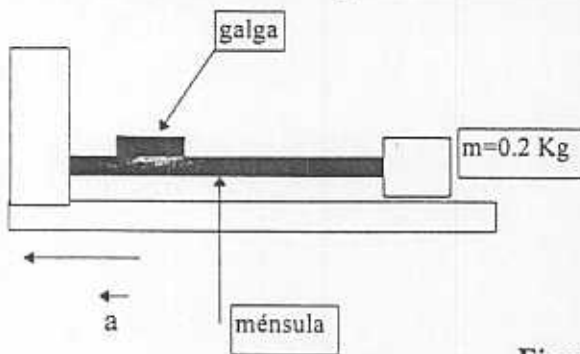

Figura 2
2. Se diseña un acelerómetro para la medida de aceleraciones según el esquema de la Figura 2. Los datos de la galga se encuentran en la hoja de características que se adjunta,
(c) Diseñe un circuito acondicionador de la señal para el acelerómetro de la Figura 2 utilizando un puente de Wheatstone y el amplificador de instrumentación AD620 cuyas hojas de características se adjuntan: